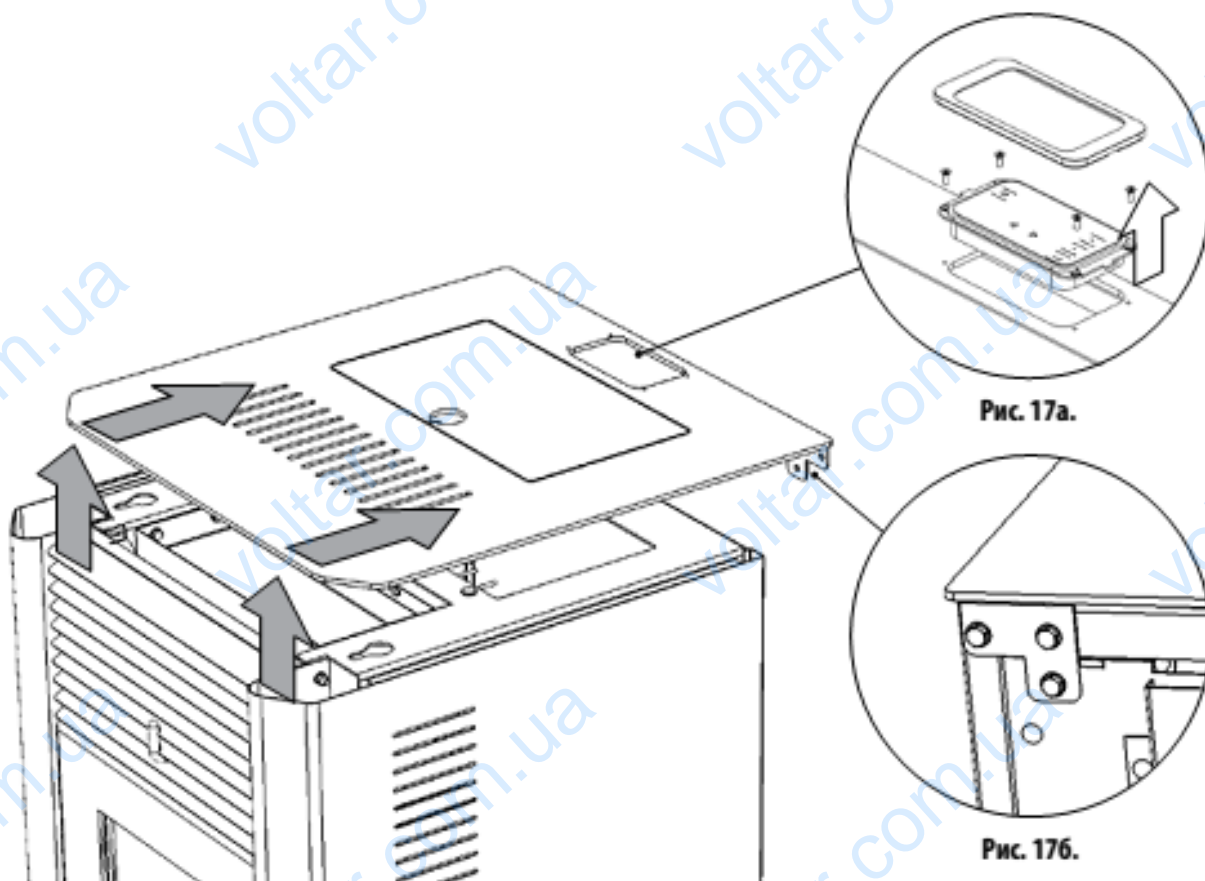

Рисунок 17 Зняття верхньої панелі з печі
1. Зніміть рамку пульта управління. Для цього під щілинами з боків рамки пульта управління підсуньте маленьку плоску викрутку, м'яко підніміть і зніміть рамку (рис. 17а).
2. Вимкніть і зніміть пульт управління. Використовуючи хрестоподібну викрутку, відгвинтіть чотири гвинти М4 і обережно зніміть пульт (рис. 17а).
3. Зніміть верхню панель. Для цього, відгвинтіть шість болтів М5 у верхній частині задньої стінки печі (три на лівій стороні і три на правій, рис. 17б). Штовхніть верхню панель в сторону задньої
стілки до тих пір, поки не звільнять замки, що знаходяться на правій і лівій стороні кришки (рис. 17) і зніміть її.